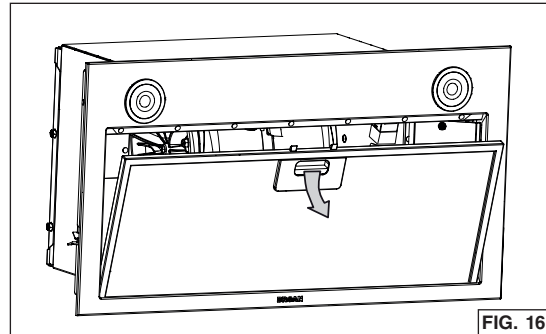

FIG. 16
2. Use la pestaña para retirar de la campana el filtro de grasa empujando hacia abajo e inclinando el filtro hacia fuera (FIG. 16). Poner el filtro a un lado.